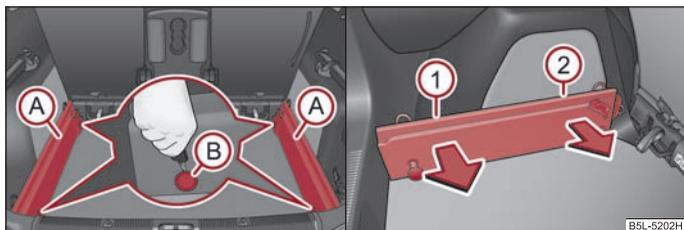

Fig. 77 Bagagliaio: sgancio dei punti di fissaggio / rimozione delle guide
- Staccare i punti di fissaggio **B** ⇒ fig. 77 delle guide con la chiave del veicolo o con un cacciavite a testa piatta.